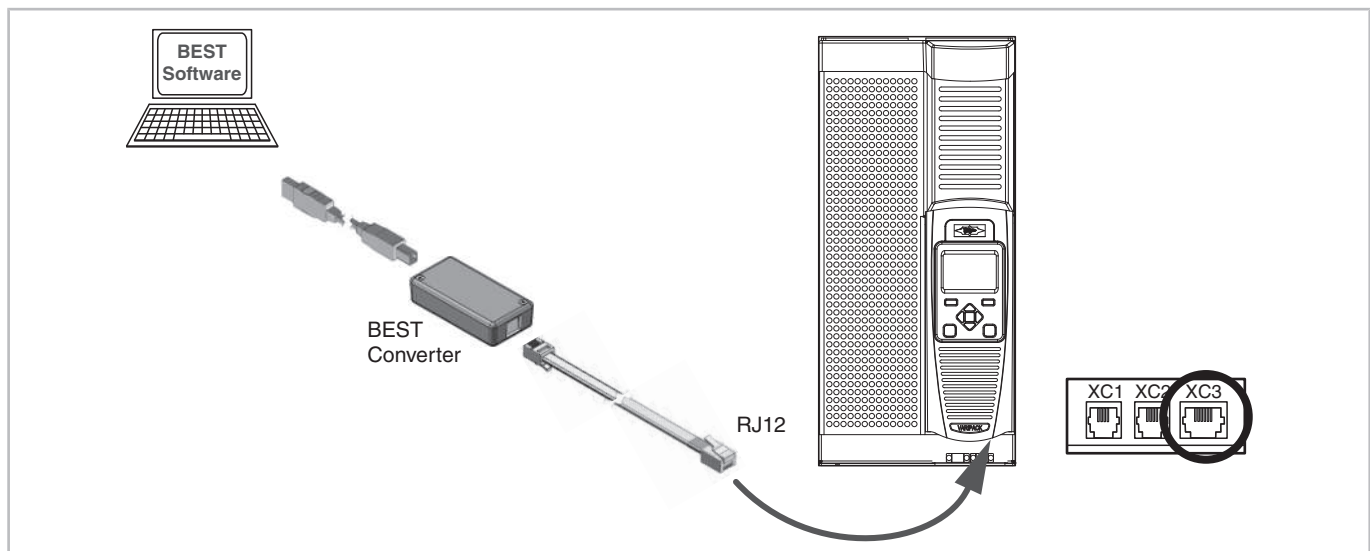

Abb. 25: VARIPACK via BEST Schnittstellenkonverter und RJ12-Kabel mit einem PC/mobiles Endgerät verbinden
- BEST Schnittstellenkonverter mit dem RJ12 Kabel in die rechte Buchse (XC3) an der Unterseite der Schnittstellenerweiterung am VARIPACK FU einstecken (siehe Abbildung 25, Seite 78).